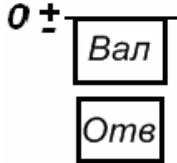

Рис. 1.11. Ескіз до запитання 70.
70. За наведеною схемою полів допусків отвору і вала (рис. 1.11) визначити, яка посадка утворюється у з'єднанні: